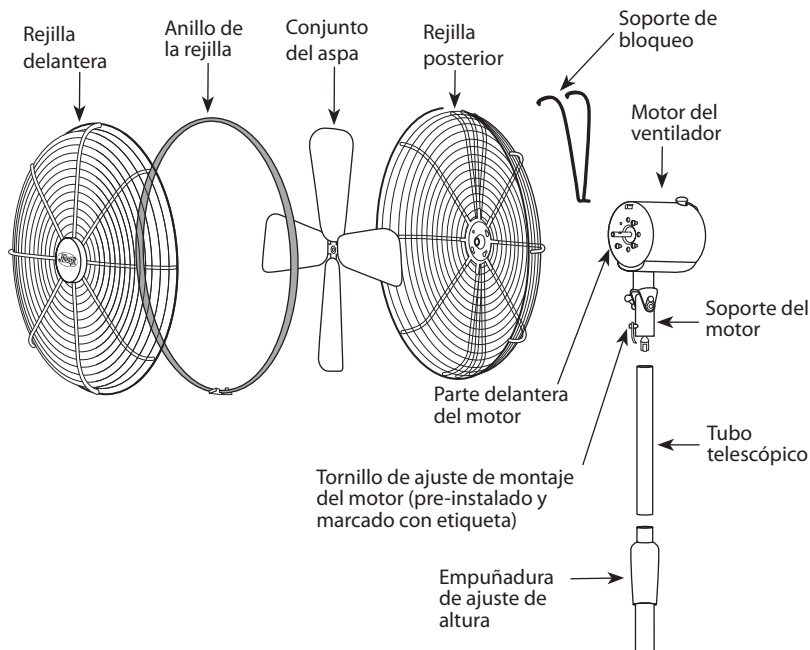

FIGURA 3
11. Afloje la empuñadura de ajuste de la altura en el tubo telescópico girándola en sentido antihorario. Vea la Figura 3. Levante el tubo telescópico aproximadamente 10 pulgadas (25 cm). Gire la empuñadura de ajuste de altura en sentido horario para fijar la altura del tubo telescópico.
12. Retire el tornillo de ajuste del soporte del motor (pre-instalado y etiquetado) y guárdelo para su reinstalación posterior. Vea la Figura 3.
14. Inserte la parte roscada del tubo telescópico en el soporte del motor. Vea la Figura 3. Gire el motor o el tubo telescópico para apretar la unión, y reinstale el tornillo de ajuste del soporte del motor para sujetar el motor al tubo telescópico.